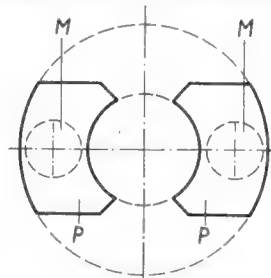
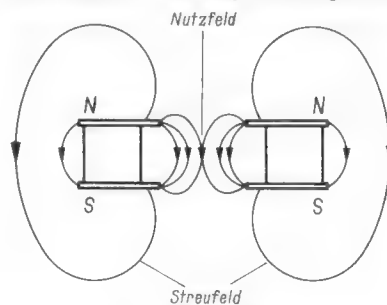

Bild 1a. Auf dem Hals der Bildröhre werden zwei Permanent- oder Elektromagnete M mit den Polschuhen P achsenparallel angeordnet
Bild 1b. Polung der Magnete und Feldlinienverlauf
1. Anordnung nach Bild 1a, bestehend aus je einem Permanent- oder Elektro-Magneten zu beiden Seiten der Bildröhre. Das in Horizontalrichtung wirksame Magnetfeld der beiden Magnete ist gleichsinnig und verläuft nach Bild 1b in Richtung der Bildröhrenachse. Nach diesem Prinzip arbeitet das von Telefunken im vergangenen Jahr herausge-